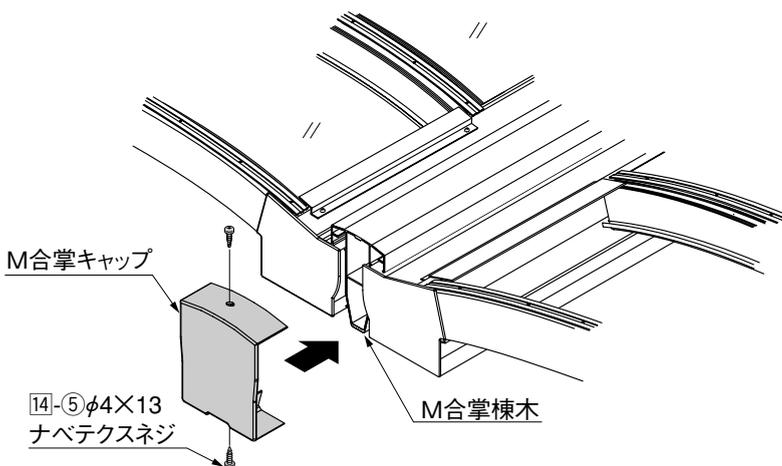

図3-1 シーリング材充てん箇所 (※)
- 1 桁キャップ取付後、M合掌キャップの内側にシーリング材を塗布して、14-5でM合掌棟木に取付けてください。(図3-1参照)